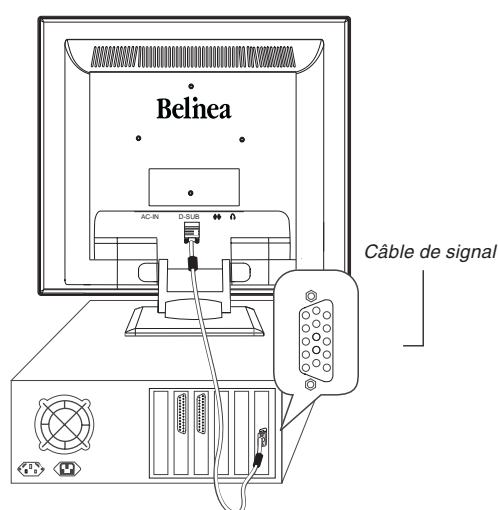

Figure 2. Raccordement du moniteur au PC
2. Connectez le câble à 15 broches du signal vidéo à au moniteur et au PC (voir figure 2).